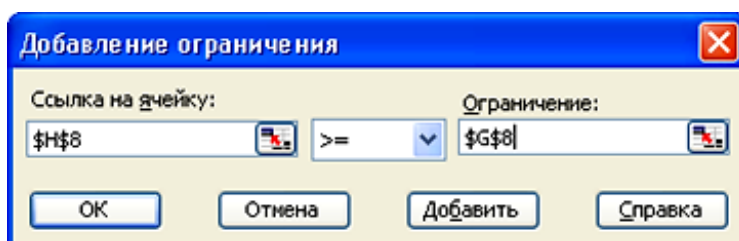

Рис. 6. Формування обмежень H8:G8
- Курсор у поле *Добавить*, з'являється діалогове вікно *Добавление ограничений* (рис. 6).